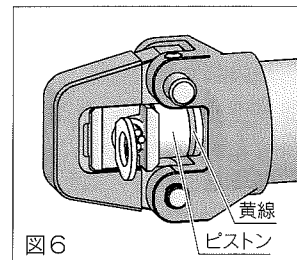

図6
- 8 更に作動スイッチを操作し、端子(スリーブ)が圧着され圧力規制装置が作動(音に変化)するまで操作してください。このときピストンロッド部の圧着完了ライン(黄線)が完全に見えることを確認してください。見えていれば圧着は正常におこなわれ、これで圧着完了です。(図6)